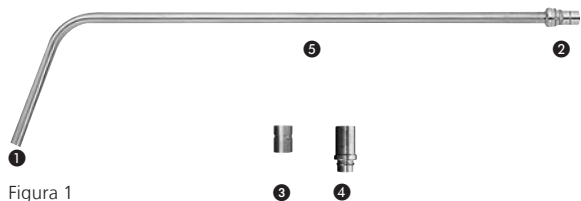

Figura 1
O grampo SynFrame para anéis de retenção (387.347) e o suporte para óticas (387.365), utilizados para ligar a barra transmissora de luz ao anel de retenção SynFrame (387.336) e o meio anel SynFrame (387.337), podem ser fixados a todo comprimento do eixo da barra transmissora de luz SynFrame (ver figura 1, 5).
- Limpe a sujidade das superfícies óticas (ver figura 1, 1 e 2) com algodão embebido em álcool (etanol a 70%) ou um detergente neutro.
- Limpe a sujidade das superfícies óticas (ver figura 1, ❶ e ❷) com algodão embebido em álcool (etanol a 70%) ou um detergente neutro.
Antes da esterilização, certifique-se de que a barra transmissora de luz SynFrame e as superfícies óticas em particular (ver figura 1, ❶ e ❷) estão limpas e de que o teste da barra transmissora de luz SynFrame não determina a imposição de restrições de utilização.
| Iluminação insuficiente | – sujidade nas superfícies de fibra ótica (figura 1, ❶ e ❷) | – limpe as superfícies de fibra ótica de acordo com as instruções (limpeza manual) |
| Luz amarelada | – fibra ótica com sujidade | – limpe as superfícies de fibra ótica (figura 1, ❶ e ❷). Se necessário, envie a barra transmissora de luz SynFrame para reparação |